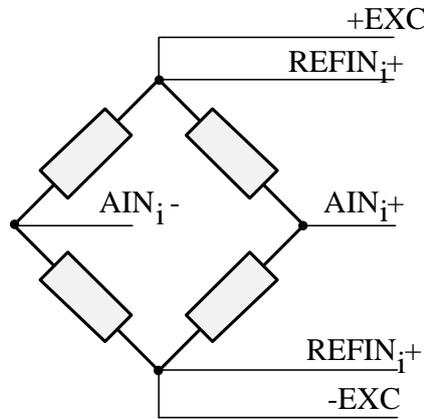

Рис. 6-2. LTR212(M). Мост *i*-того канала (общий случай)
LTR212(M) измеряет величину разбаланса полного моста (рис. 6-2), подключенного к *i*-тому входу. Даже если применена, полу- или четвертьмостовая схема подключения, – всё равно LTR212(M) измеряет разбаланс полного моста, так или иначе дополненного до полного моста во всех описанных далее схемах подключения. На рисунке цепи +EXC, -EXC – сильноточковые цепи питания моста, а остальные цепи – слаботочковые измерительные.